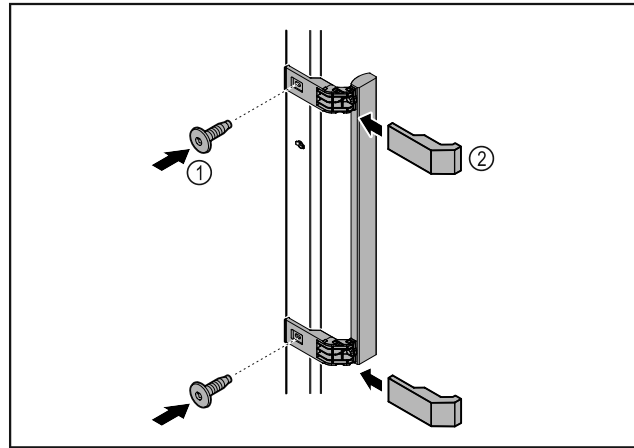

Fig. 9
- ▶ Ручку з комплекту додаткового обладнання з доданими гвинтами Fig. 9 (1) розмістити на дверях.
- ▶ Встановити кришку Fig. 9 (2).